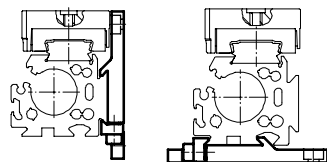

Bild 12
2. Befestigen Sie die Profilbefestigungen am DGC-... nach Bild 12.